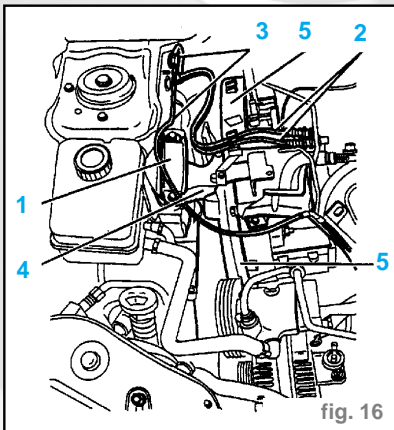

fig. 16
- Déclipper et écarter les tuyaux carburant (2) (fig. 16).